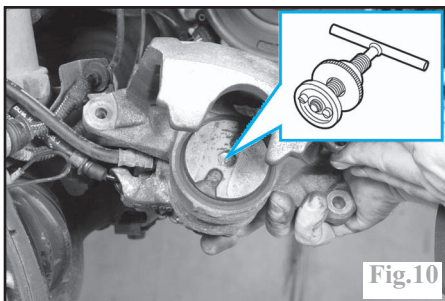

Fig.10
-Repousser le piston dans le fond de l'étrier en le tournant (à l'aide de l'outil **8603 T.D** côté droit et **8603 T.G** côté gauche) (Fig.10).